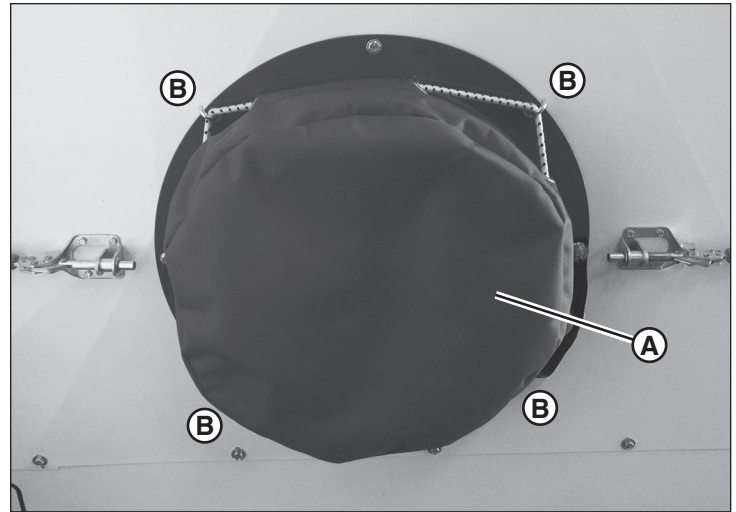

Figure 15
- Enlever les couverts en toile (A, Figure 15) des conduits d'entrée et du conduit d'évacuation de l'appareil de chauffage. Décrocher la corde élastique du couvert des quatre crochets de coin (B), et glisser le couvert du conduit de l'appareil de chauffage. (Le couvert est attaché à la remorque de l'appareil de chauffage avec un cordon).